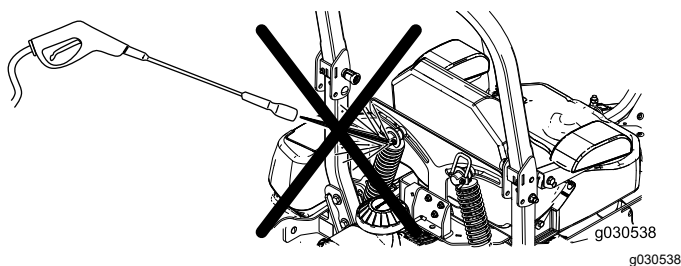

Figura 88
**Nota:** Non pulite i gruppi ammortizzatore con acqua sotto pressione (Figura 88).